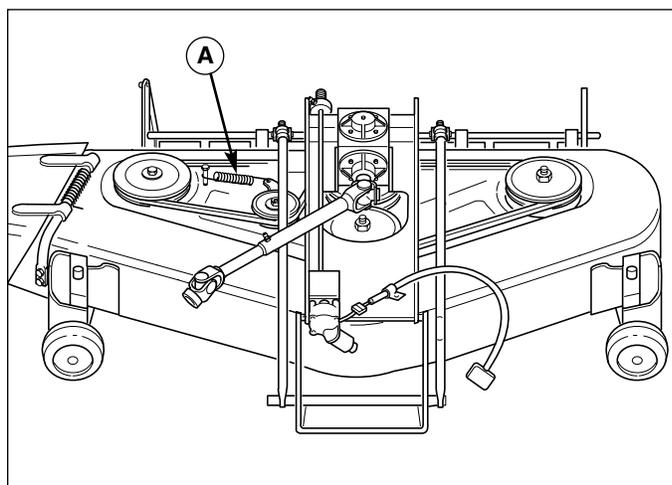

Figure 43. Tondeuse de 137 cm – Carters de courroie retirés
3. A l'aide d'un crochet ressort ou d'une boucle de ficelle, libérer le ressort du galet tendeur de la courroie (A, figure 43).